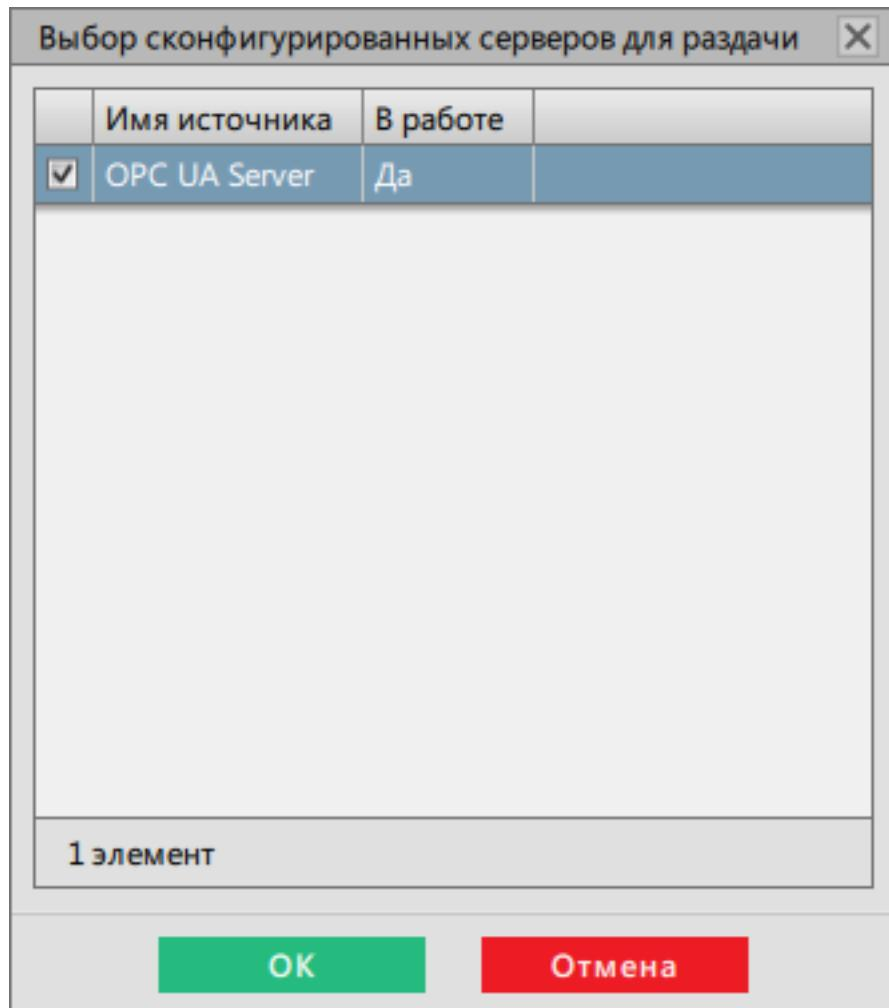

Рисунок 232 - Выбор сконфигурированных серверов для раздачи
11. Выберите сконфигурированный сервер для раздачи из п.3 и нажмите **OK** (Рисунок 232).